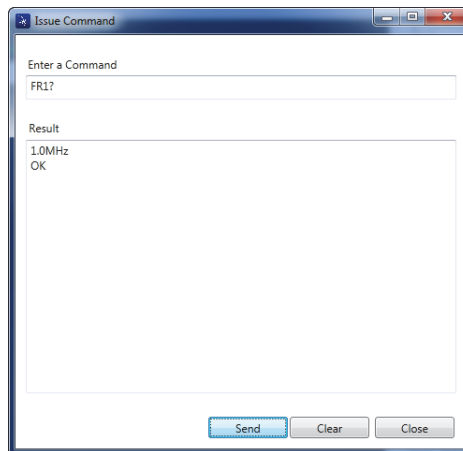

Figure 7-13 Boîte de dialogue Issue Command
La boîte de dialogue **Issue Command** s'ouvre (voir la Figure 7-13 à la page 197).
2. Dans la boîte de dialogue **Issue Command**, entrez une commande (voir la Figure 7-13 à la page 197).
3. Dans la boîte de dialogue **Issue Command**, cliquez sur **Send** (Envoyer) [voir la Figure 7-13 à la page 197].